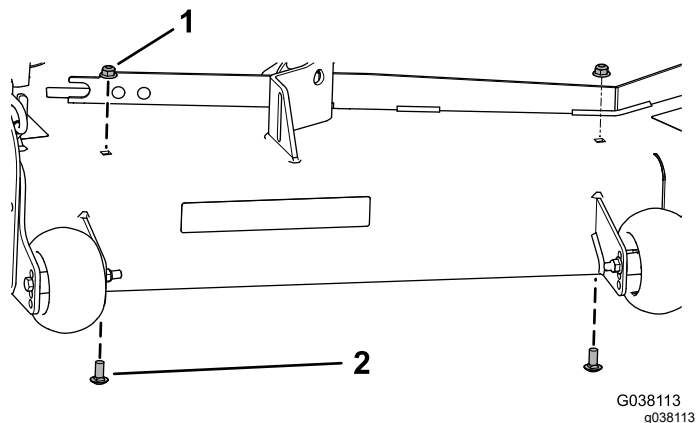

Figura 23
1. Retire las 2 tuercas con arandela prensada existentes (3/8") y 2 pernos de cuello cuadrado (3/8" x 7/8") de la carcasa de corte (Figura 23).